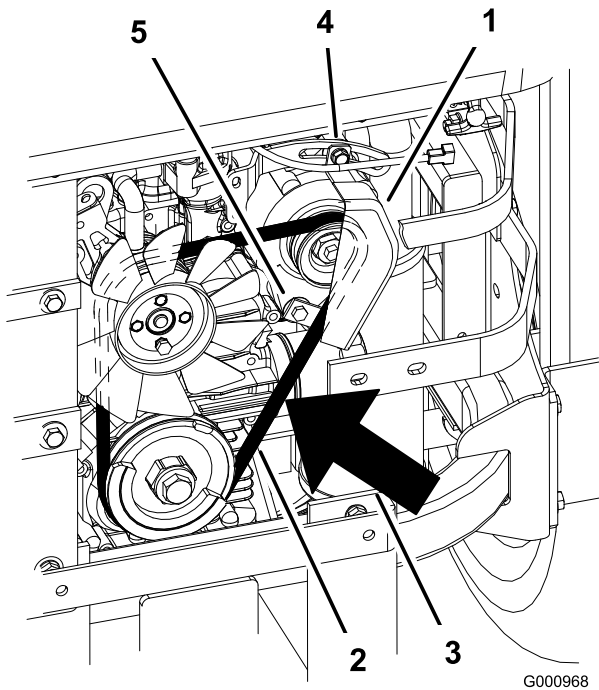

Bild 66
- Lösen Sie die untere Schraube und nehmen Sie die obere Schraube ab, mit denen die Lichtmaschine und die Abdeckung befestigt sind (Bild 66).
- Montieren Sie einen neuen Riemen um die Spanscheiben und die Lichtmaschine (Bild 66).
- Ziehen Sie die untere Schraube fest und setzen Sie die obere Schraube ein, mit denen die Lichtmaschine und die Abdeckung befestigt sind (Bild 66).
- Stellen Sie die Lichtmaschine nach außen ein, sodass der Riemen zwischen den Motor- und Lichtmaschinenspannscheiben 7 bis 9 mm durchhängt, und Sie eine Kraft von 10 kgf aufbringen (Bild 66).
- Wenn die Spannung richtig ist, ziehen Sie die untere und obere Schraube fest (Bild 66).